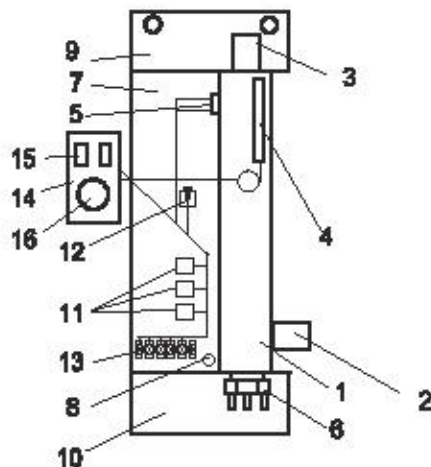

Рисунок 2 (кожух не показан):
4.3 Приборы ЭВАН-NEXT в соответствии с рис. 2 состоят из следующих основных частей:
- котла (1) с входным (2) и выходным (3) патрубками G1, датчиком терморегулятора (4), аварийным самовозвратным термовыключателем (5), отключающим прибор при 92° С, и блоком ТЭНов (6);
- панели установочной (7), с размещенными на ней: зажимом заземления (8) для подключения защитного проводника РЕ; зажимом винтовым (13), служащим для подключения внешнего силового кабеля и циркуляционного насоса; реле коммутации (11) и предохранителем циркуляционного насоса (12);
- верхнего (9) и нижнего (10) кронштейнов;
- панели управления (14), с расположенными на ней выключателями ступеней мощности (15) и терморегулятором (16), служащим для установки температуры нагрева теплоносителя.